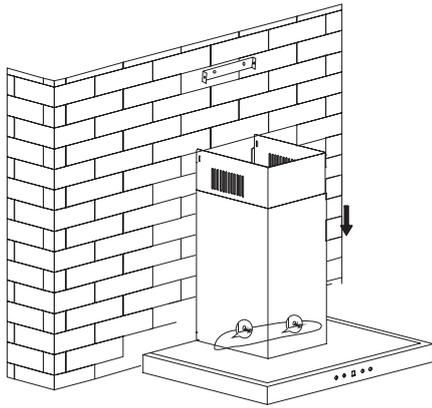

Bild5
6. Montieren Sie den Schornstein auf das Gerät und führen Sie das Expansionsrohr nach außen. Befestigen Sie dann die Dunstabzugshaube mit 2 Stück Sicherheitsschrauben ST4×30mm an der Wand. Hinweis: Die beiden Sicherheitsöffnungen mit einem Durchmesser von 6 mm befinden sich auf der Rückseite des Gehäuses. Siehe Bild 5 und 6.